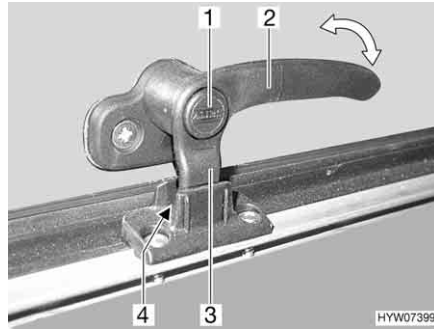
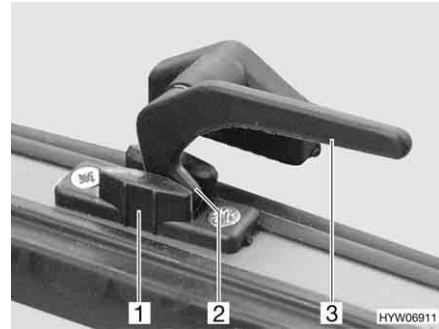

Bild 77 Låsarm med låsknapp i läget "kontinuerlig vädring"
Bild 78 Låsarm i läget "kontinuerlig vädring"
- I läget "kontinuerlig vädring" (Bild 77 och Bild 78)
- Tryck på låsknappen (Bild 77,1) om sådan finns och håll den nedtryckt.
- Sväng låsarmen (Bild 77,2 eller Bild 78,3) ett kvarts varv mot fönstrets mitt.
- Vrid tillbaka låsarmen. Därvid måste låsarmens låsspak (Bild 77,3 eller Bild 78,2) föras in i spåret på fönsterlåsen (Bild 77,4 eller Bild 78,1).
- Släpp låsknappen (Bild 77,1) om sådan finns.